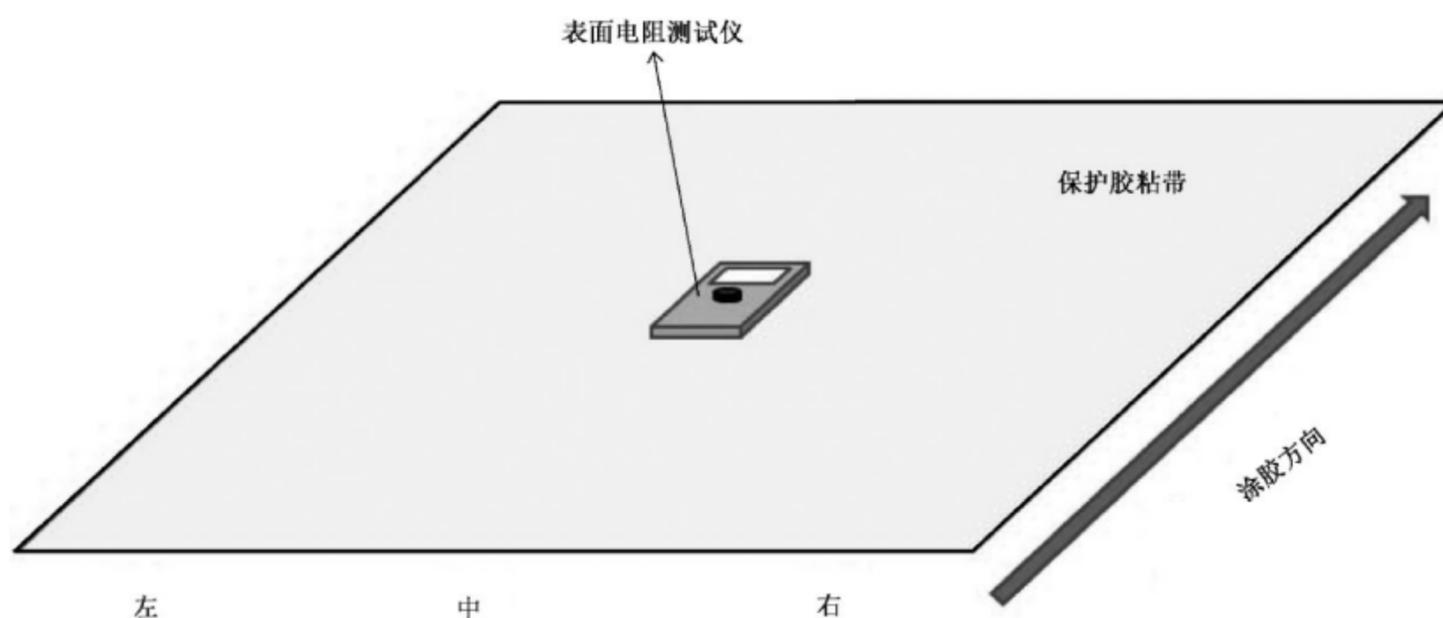

图 1 胶粘带表面电阻测试示意图
7.1.1 选点:试样在实验室静置 24 h。沿涂胶的垂直方向(见图 1),在试样的左中右 3 个区域分别各取 3 个测试点,注意保持样品表面的清洁,不要用手去触碰测量区域。